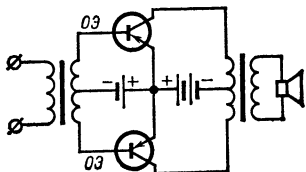

Рис. 102. Двухтактная схема с трансформатором в качестве фазоинвертора. Транзисторы включены по схеме с ОЭ.
**Л.** — Правильно, а вот изображение двух схем: первая с ОЭ (рис. 102), а вторая с ОБ (рис. 103). Ты должен оценить исключительную симметрию этих схем.